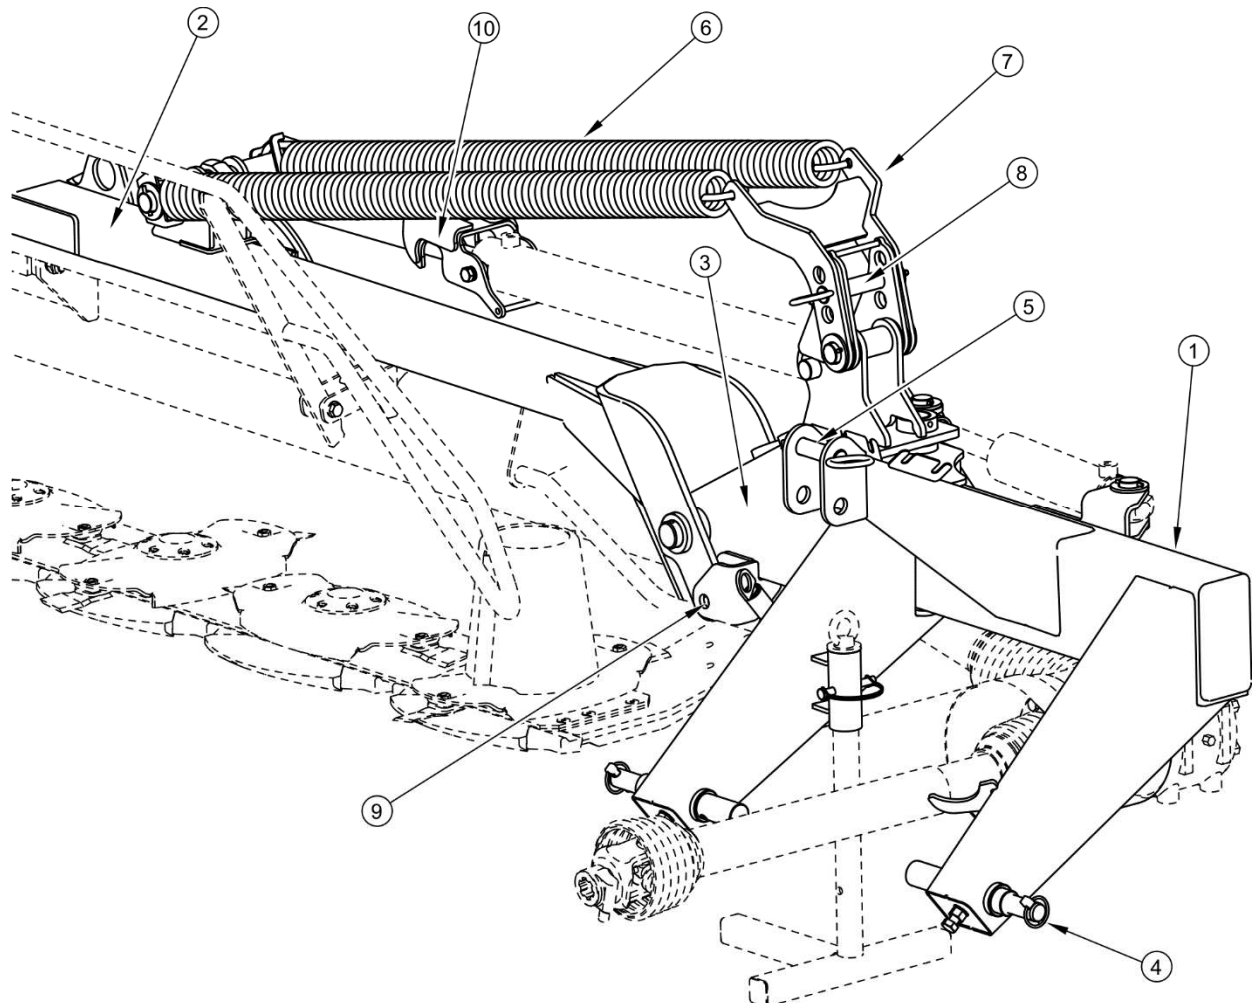

ABBILDUNG 3.2 Aufhängung des Mähwerks
(1) Rahmen der Dreipunkthydraulik, (2) Tragarm, (3) beweglicher Arm, (4) Bolzen der Unterlenker der Dreipunkthydraulik, (5) Bolzen des mittleren Verbindungselements, (6) Entlastungsfedern, (7) Federbefestigungen, (8) Spannbolzen der Federn, (9) Bolzen zum Blockieren des Tragrahmens, (10) Sperrklinke des Hydraulikzylinders
Das Hauptelement der Aufhängung (Abbildung 3.2) des Mähwerks ist der Rahmen der Dreipunkthydraulik (1), die mit zwei unteren Bolzen (4) und einem oberen Bolzen (5) ausgerüstet ist, die zum Anschluss an die Dreipunkthydraulik des Schleppers dienen. Der bewegliche Arm (3) ermöglicht die Neigung der Schneidevorrichtung nach hinten. Der Tragarm (2) dient zum Anheben der Schneidevorrichtung. Zur Entlastung der Schneidevorrichtung dienen die Federn (6), deren Spannung durch Umstecken des Bolzens